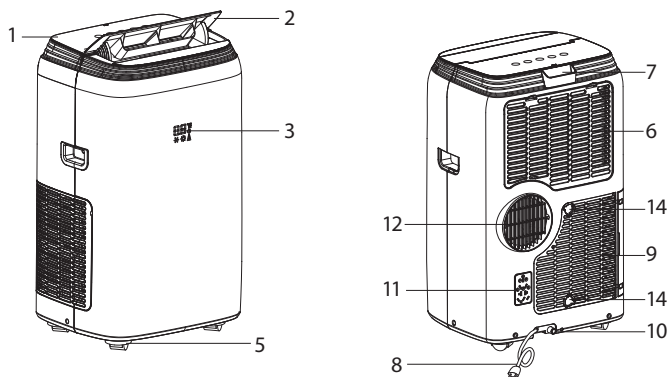

Рис. 1
Модели ВРНС-08Н, ВРНС-11Н, ВРНС-13Н, ВРНС-15Н (рис. 1)
* В режиме осушения при высоком уровне влажности, конденсат (вода) может скапливаться в поддоне для сбора конденсата. Для того, чтобы периодически не удалять конденсат через отверстие (п.8 рис. 1) можно подсоединить шланг для постоянного отвода конденсата (п.10 рис. 1). Через шланг конденсат (вода) будет постоянно сливаться в дренаж (специальную емкость либо канализацию).